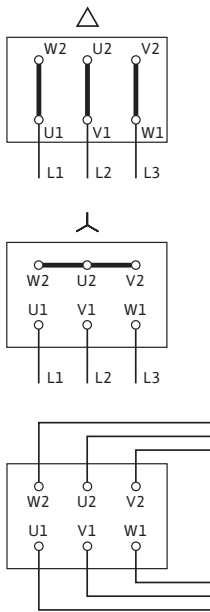

Fig. 11: Ligação de rede
- O esquema de ligações eléctricas encontra-se na tampa da caixa de bornes (ver também fig. 11).
- A ligação de rede à placa de terminais depende da potência do motor P_2 , da tensão e do tipo de arranque. A ligação necessária das pontes de ligação na caixa de bornes deve ser consultada na tabela e fig. 11 seguintes.